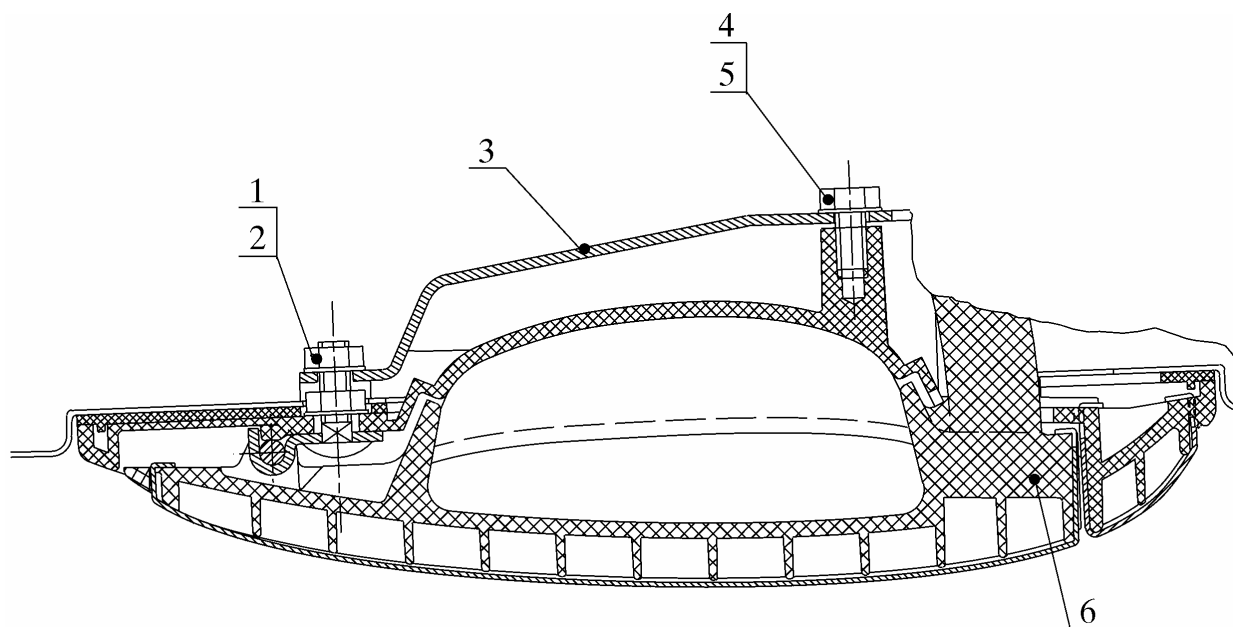

Рис. 32. Установка наружной ручки передней левой двери:
4) болт 4 (рис. 32) и гайку 1 крепления наружной ручки 6 к наружной панели двери затянуть с моментом, обеспечивающим неподвижность ручки